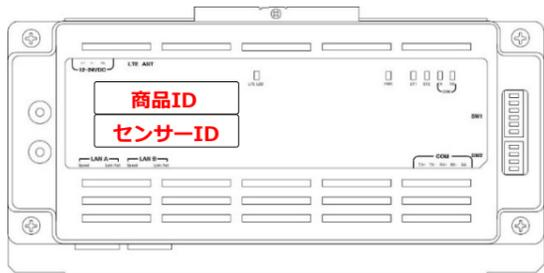

図8. 商品ID・センサーIDの記載位置
- (1) SVセンサ設定ツールの「ご利用いただく前に」が表示されたら、内容を確認し「同意する」ボタンを押下する。
- (2) ログイン画面が表示されたら、SVセンサ本体に記載されている商品ID（ハイフン無し）、センサーIDを入力し、「ログイン」ボタンを押下する。
- 商品ID・センサーIDの記載位置は図8の通りです。